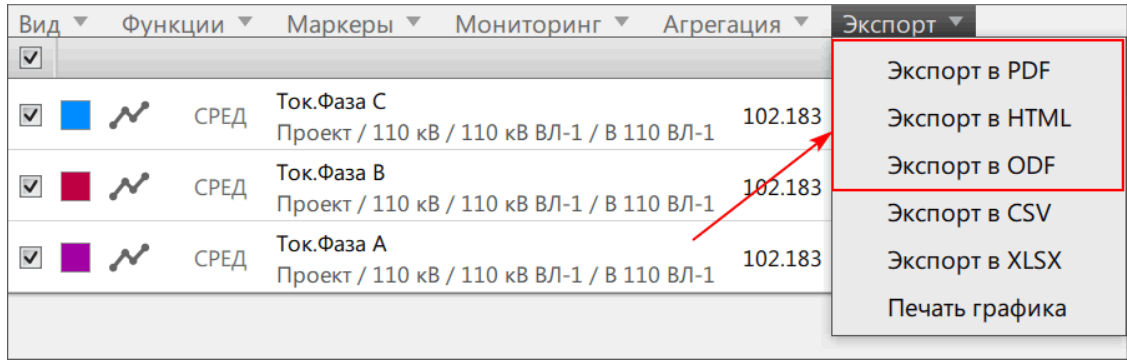

Рисунок 79 - Выбор формата
2. Нажмите **Экспорт** и выберите формат (PDF, HTML, ODF) (Рисунок 79).